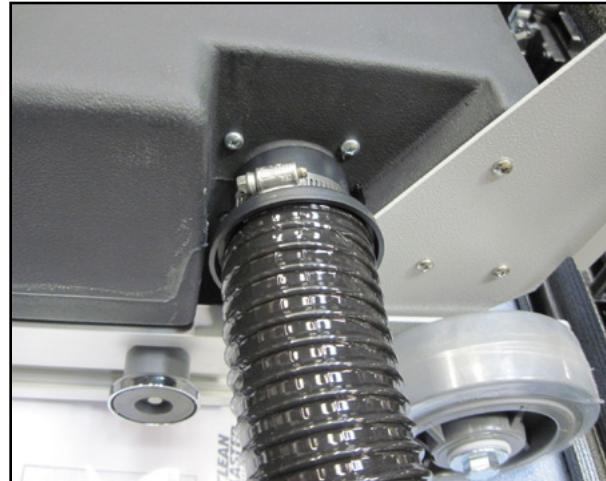

Figure 14. Fixer l'autre extrémité du boyau à l'assemblage du boîtier
11. Fixer le flexible à dépression entre l'assemblage du boîtier et la buse de nettoyage. Le connecteur du flexible dont l'extrémité est la plus courte devrait être raccordé à l'assemblage de la buse de nettoyage. Le connecteur du flexible dont l'extrémité est plus longue est raccordé à l'assemblage du boîtier (voir la Figure 14) et devrait être protégé en serrant la bride.